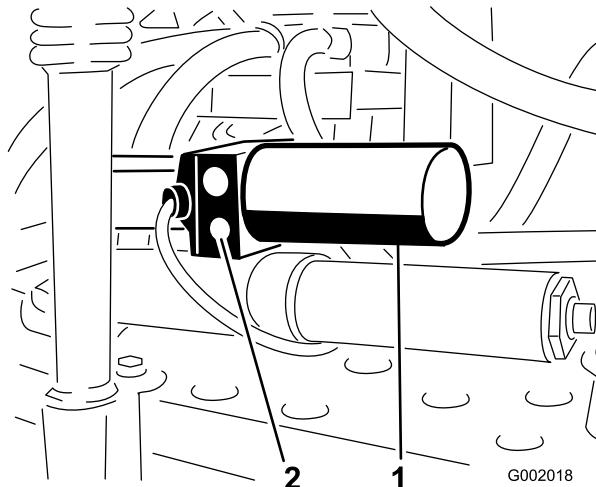

Figura 71
1. Localice la válvula de alivio manual en el actuador de cada brazo. La válvula de alivio manual es la válvula más pequeña, y se encuentra solamente en un lado del cuerpo del actuador (Figura 71).